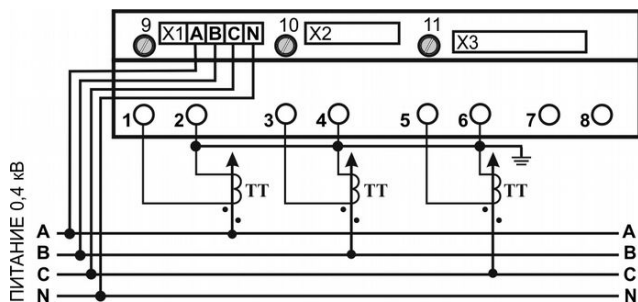
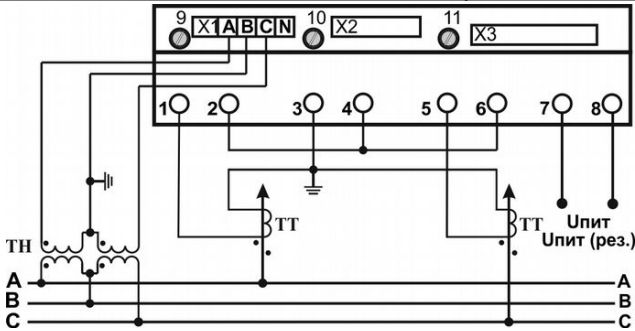

Рис. 7 Подключение трехфазного счетчика через ТТ (С1)
Рис. 10 Подключение счётчика C1 через 2 ТН и 2 ТТ (C1)
**ВНИМАНИЕ!** При подключении счетчиков через трансформаторы тока **НЕОБХОДИМО** проверить наличие раскоротки между токовыми клеммами (поз. 1 – 6 рис. 7 – рис. 10) и клеммами подвода цепей напряжения (X1). Для обеспечения безаварийной работы счетчика в данном режиме необходимо **ВЫКРУТИТЬ** до упора (против часовой стрелки) винты поз. 9, 10, 11 (рис. 7 и рис. 10). Кроме того цепи напряжения следует подключать через устройство защиты (требования ПУЭ).